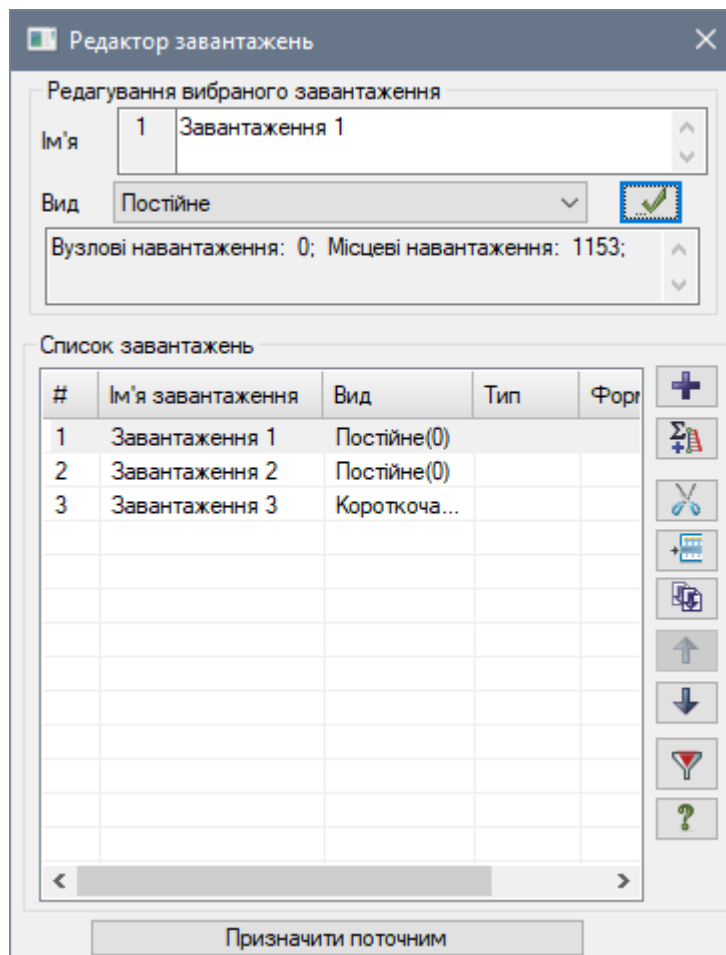

Рис. 9.31. Діалогове вікно Редактор завантажень
- Відкрийте діалогове вікно **Редактор завантажень** (рис. 9.31) натиснувши на кнопку  – **Редактор завантажень** (панель **Навантаження** на вкладці **Створення та редагування**).
Так як вид завантажень задавався в діалоговому вікні **Редактор завантажень** (рис. 9.31) таблиця РСН сформувалася автоматично з параметрами, прийнятими за умовчанням для кожного завантаження. Далі треба тільки змінити параметри для третього завантаження а також задати сполучення.